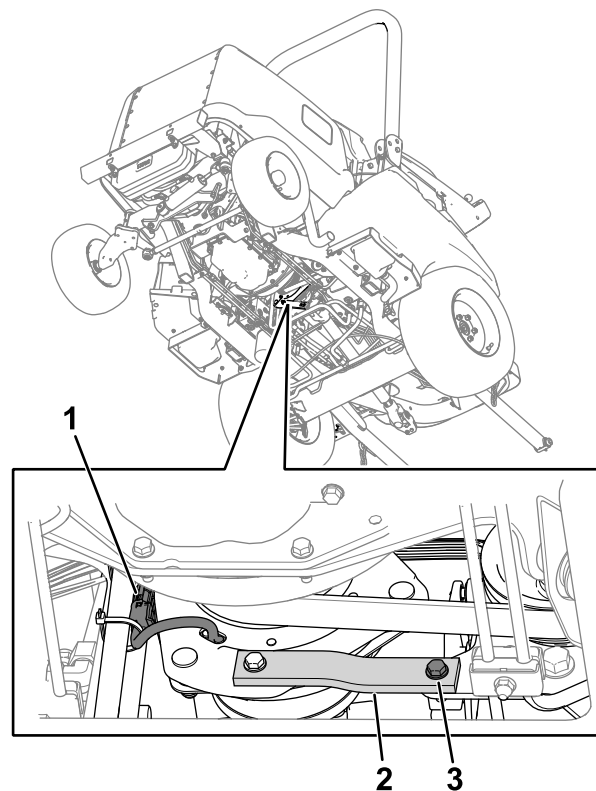

Figura 79
2. Deconectați conectorul cablului de ambreiaj de la cablul mainii (Figura 79).
3. Îndepărtați urubul, aiba și piulița de pe benzile din metal i cauciuc (Figura 79) de pe cadru.